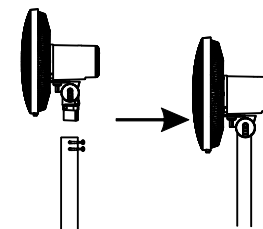

рис. 6
- Установите собранную верхнюю часть вентилятора на верхний сегмент опорной стойки. Зафиксируйте винтами (рис. 6).